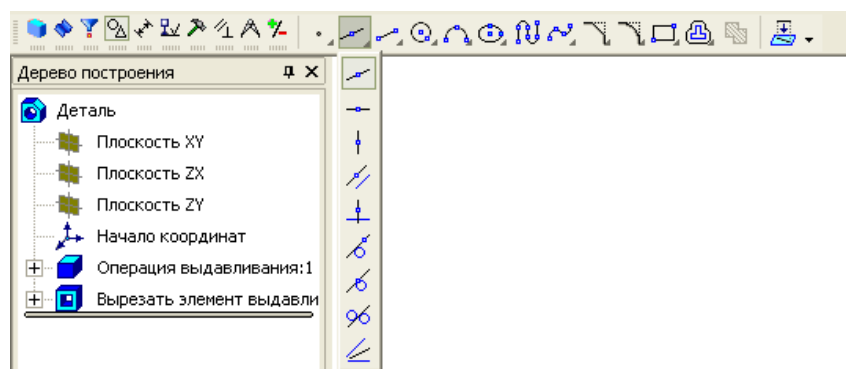

Рис. 57 – Додаткове меню кнопок для креслення допоміжних ліній
4.3 Виконайте побудову допоміжних прямих: горизонтальної , вертикальної  через початок координат і їх бісектриси . Для цього потрібно на компактній панелі в розділі «Геометрия» знайти кнопку «Вспомогательная прямая» і, натиснувши на неї лівою кнопкою миші, утримати декілька секунд – з’явиться допоміжне меню кнопок (див. рис. 57):